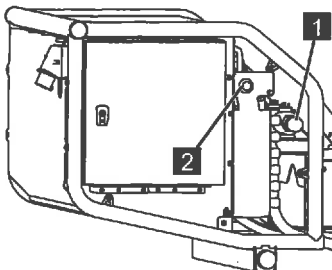

Abb. 168
3. Das Ventil (Abb.168/1) eindrücken und im Uhrzeigersinn verriegeln.
4. Den Taster [Notbedienung] (Abb.168/2) drücken und halten.